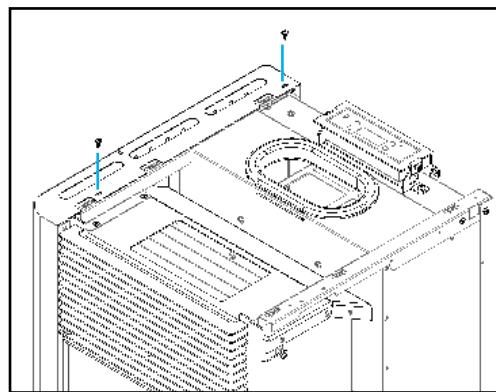

Figura 98 – Fixação das capas laterais na parte superior
e) Repetir o processo realizado no ponto c e d deste capítulo para as outras envelopantes (fazer coincidir os furos da capa com os furos existentes na estrutura) e apertá-las utilizando quatro parafusos **B** (DIN 7981 4,2x9,5), dois em cada lado, como demonstra a Figura 98.